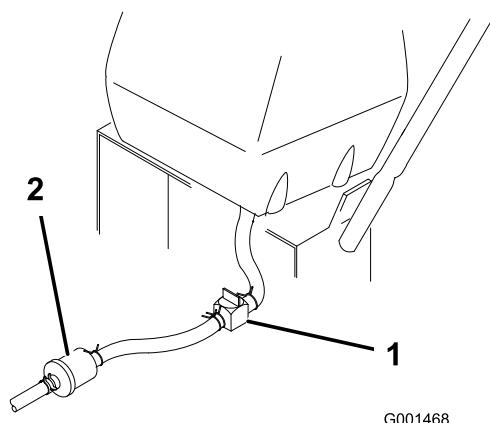

Figura 28
- Chiudete la valvola d'intercettazione del carburante sul serbatoio del carburante (Figura 28).
- Premete le estremità della fascetta stringitubo e sfilatela dal tubo del carburante lontano dal serbatoio (Figura 28).
- Togliete i tubi del carburante dal filtro del carburante (Figura 28). Aprite la valvola d'intercettazione del carburante e lasciate fuoriuscire la benzina in una tanica o bacinella di spurgo.
7. Aprite la valvola di intercettazione sul serbatoio del carburante (Figura 28).
3. Chiudete la valvola di intercettazione sul serbatoio del carburante (Figura 28).